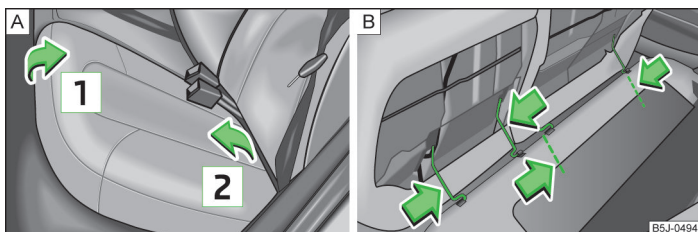

Fig. 41 Abatir hacia delante y desmontar los asientos
- Levante la banqueta en el sentido de la flecha **1** » fig. 41 y abátala hacia delante en el sentido de la flecha **2**.
- Presione el estribo de alambre en sentido de la flecha » fig. 41 - **B** y saque la banqueta de la fijación.
- Presione el estribo de alambre en el sentido de la flecha » fig. 41 - **B** y colóquelo en la fijación.